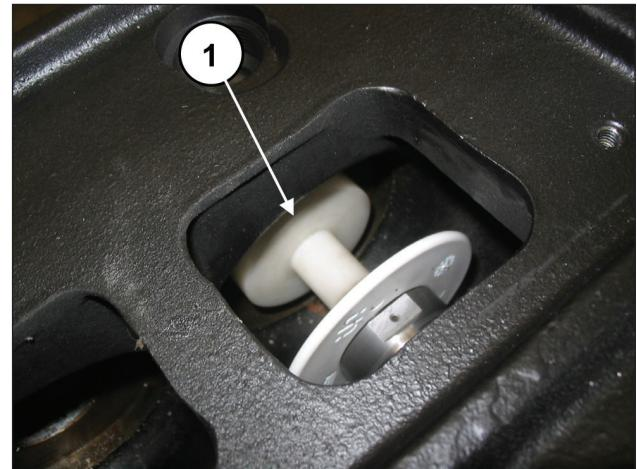

Abb. 123
Drehen Sie die Welle von Hand so, dass die 3 Kolben an ihren oberen Totpunkt bewegen werden. Setzen Sie den Dorn Art. 27516600 zwischen Kolbenführung und Kolben ein (Pos. ①, Abb. 123).